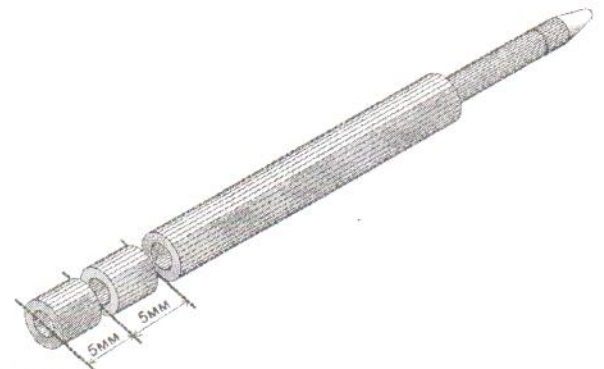

Рис.8 Изготовление втулок из использованного стержня от гелевой ручки
- Смонтируйте плату в корпусе замка при помощи двух саморезов Ф3х12 и двух втулок Ф3х5 (рис.8). При монтаже рекомендуется наклейкой из скотча дополнительно изолировать стойку замка, на которую опирается плата.